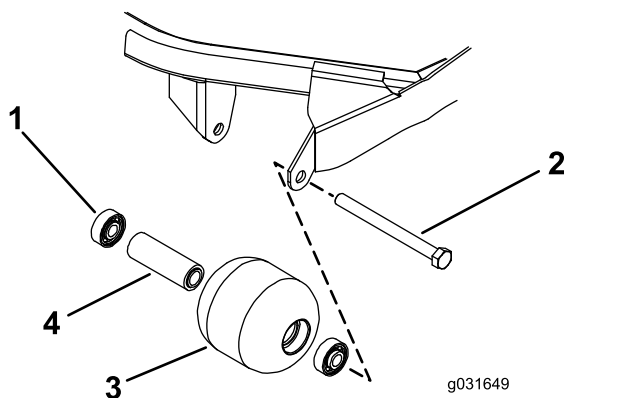

図 71
4. ローラハウジング、ベアリング、ベアリングスペーサに破損がないか点検する 図 71。
1. アウターレースのみを押すか、インナーレースとアウターレースを均等に押すかして、最初のベアリングをローラハウジングに押し込む 図 71。
2. スペーサを入れる 図 71。
3. アウターレースのみを押すか、インナーレースとアウターレースを均等に押すかして、第二のベアリングをローラハウジングに押し込んでスペーサと接触させる 図 71。
1. ローラ取り付けボルトを外す 図 71。